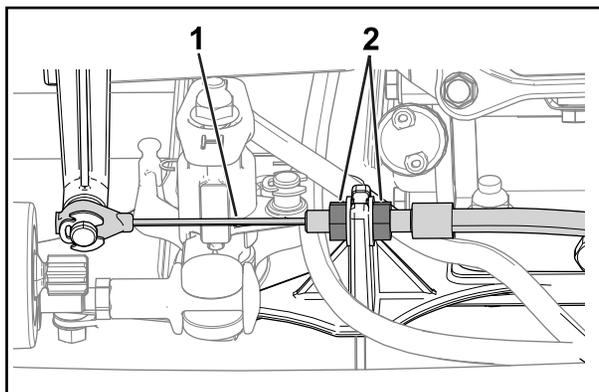

図 34
2. ジャムナットをゆるめ、走行ケーブルを調整してフリクションディスクとプレッシャプレートとの間のすきまを 1.1 mm にする 図 34と図 35。